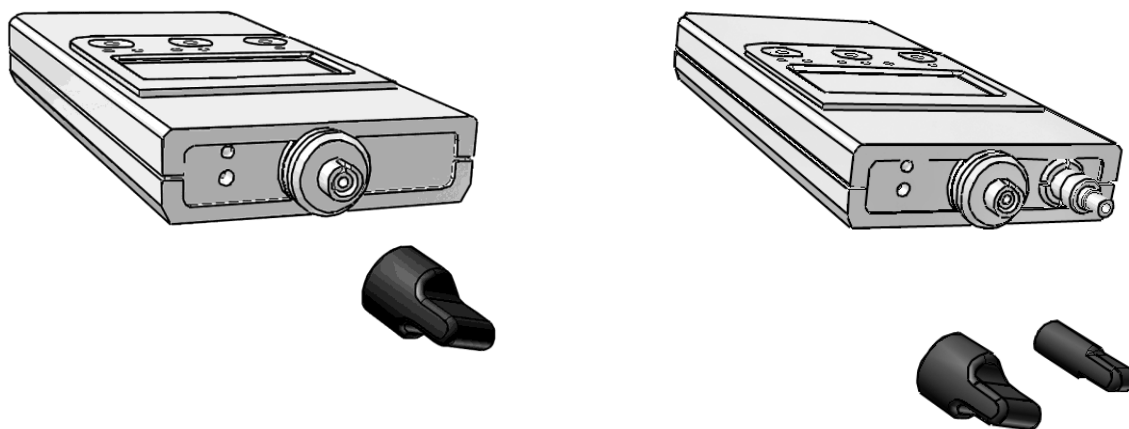

Рис.1
5.5. Указания по замене адаптера (рис.1)